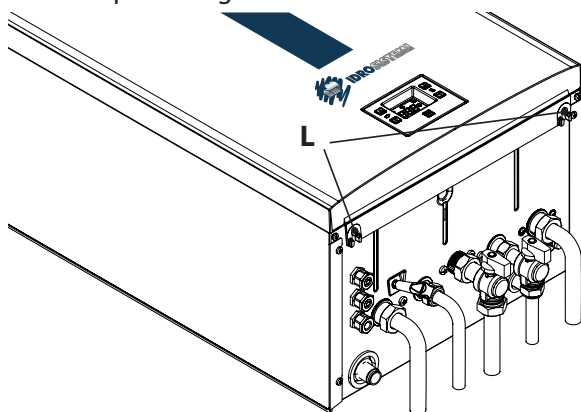
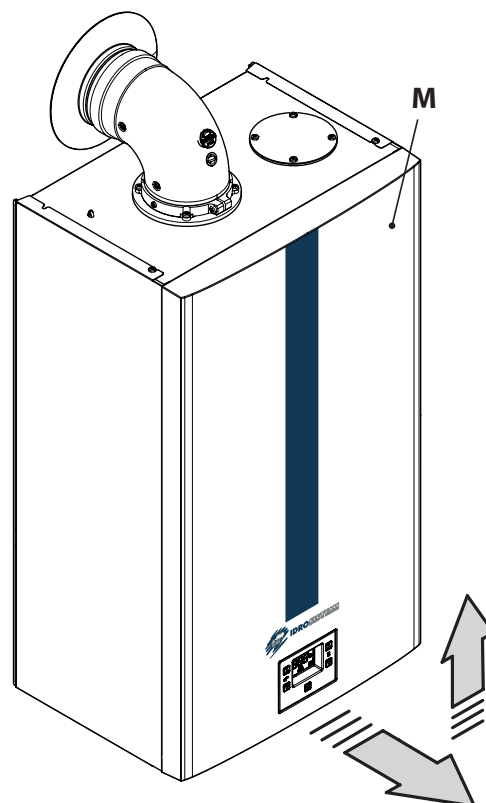

Figura 5.17
Figura 5.18
- Svitare le viti **L** (Figura 5.17) e rimuovere il pannello frontale **M** tirandolo a sé e quindi spingendolo verso l'alto in modo da liberarlo dalle sedi superiori Figura 5.18.